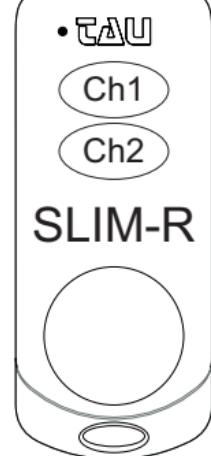

Fig. 1
*To adjust the fixed code of the transmitter to that of the radio receiver, press buttons 1 and 2 (as shown in the figure 1). To store a dip switch ON signal press button 1 (Ch1), while to store a dip switch OFF signal press button 2 (Ch2) according to the radio receiver code.*
Zur Einstellung des festen Sendercodes auf den Code des Empfängers müssen die Tasten 1 und 2 betätigt werden (wie auf der Abbildung 1 dargestellt). Um einen Dip-Switch = ON einzugeben, auf Taste 1 (Ch1) drücken, wogegen für einen Dip-Switch = OFF je nach Einstellung des Empfängers auf Taste 2 (Ch2) gedrückt werden muss.
Pour régler le code fixe de l'émetteur sur celui du récepteur radio, il faut agir sur les touches 1 et 2 (comme l'illustre la figure 1). Pour enregistrer un dip-switch ON, presser la touche 1 (Ch1), tandis que pour enregistrer un dip-switch OFF, presser la touche 2 (Ch2), suivant le réglage du récepteur.